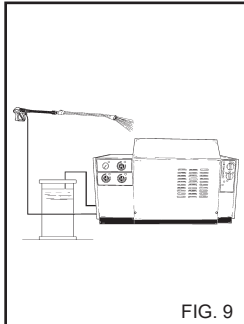

FIG. 9
3) Dopo l'uso con detersive, risciacquare il circuito di aspirazione; infilare il tubo di aspirazione (fig. 9) detersivo in una tanica di acqua pulita e far funzionare la pompa per 1 minuto a rubinetto dosaggio completamente aperto. Ripetere l' operazione prima con il selettore prodotto detersivo sulla pos. "1" e successivamente sulla pos. "2".
5) Dopo l'uso con detergente, risciacquare il circuito di aspirazione; infilare il tubo di aspirazione (fig. 9) detergente in una tanica di acqua pulita e far funzionare la pompa per 1 minuto a rubinetto dosaggio completamente aperto e lancia in fase erogazione detergente. Ripetere l'operazione prima con il selettore prodotto detergente sulla pos. "1" e successivamente sulla pos. "2".